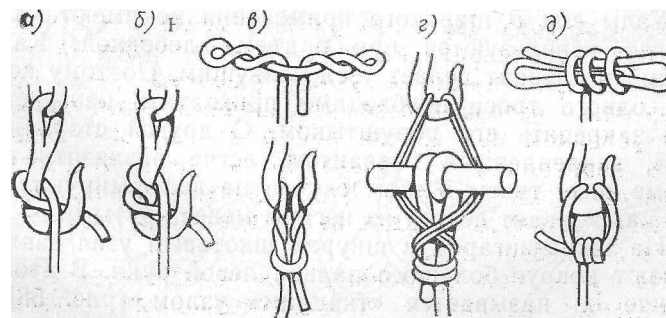

Рис. 52. Гачные узлы.
**Гачные узлы.** Для выполнения гачного узла конец троса обносят вокруг спинки гака, закладывают коренной частью троса (рис. 52, а). Если узел правильно выполнен и находился под непрерывной нагрузкой, то он держится очень прочно. Но как только нагрузку снимают, узел развязывается. Этот узел очень удобно выполнять из цепей.
Гачный узел со шлагом (рис. 52, б) отличается от предыдущего лишь дополнительным шлагом троса вокруг спинки гака. Чтобы узел был хорошо завязан, надо внимательно следить за тем, чтобы шлаги шли в нужном направлении.
«Кошачьи лапки» (рис. 52, в), узел на стропе и клеванте (рис. 52, г), двойной гачный (голландский) узел (рис. 52, д) применяют для установки такелажа с помощью талей и в других подобных случаях. Узел на стропе и клеванте выполняют, когда завязываемый конец слишком короткий. Стропы, которыми оперируют, должны быть мягкими.